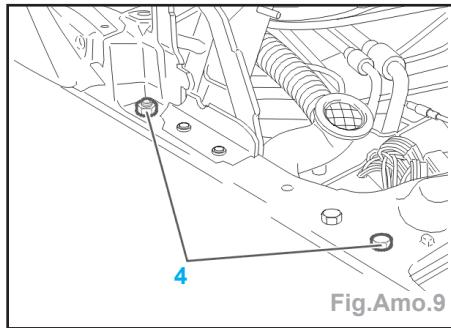

Fig.Amo.9
- les fixations supérieures (4) (Fig.Amo.9).